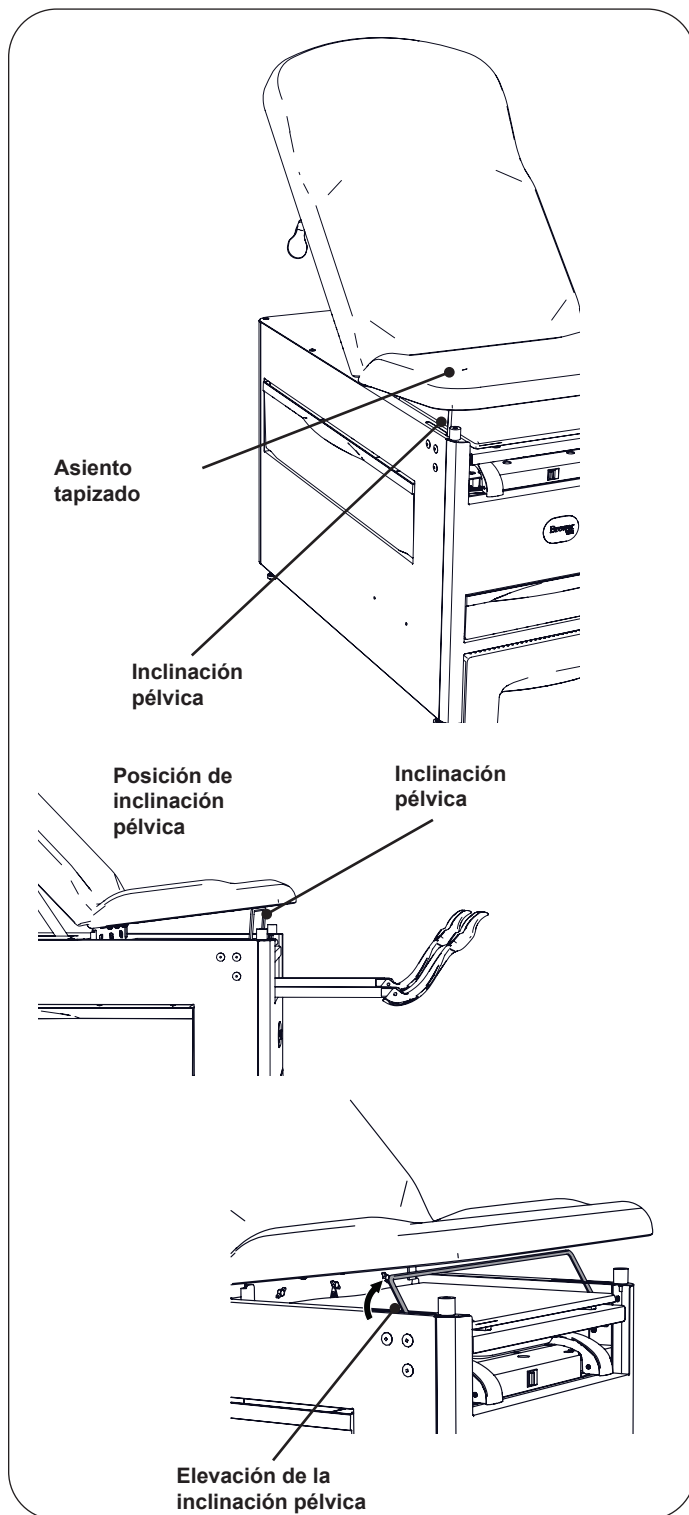

Figura 16. Barra de soporte de inclinación pélvica
1. Suba el borde delantero del asiento tapizado (Figura 16). Gire la barra de soporte de inclinación pélvica hacia arriba, hasta la posición completamente recta.